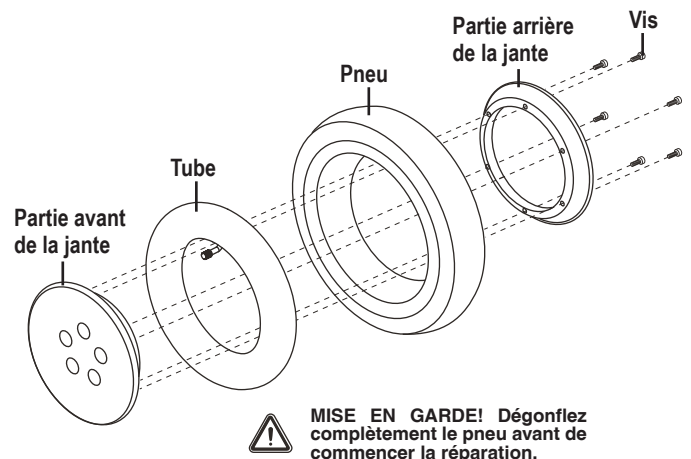

Figure 10. Roue motrice démontée Quantum 4Front Série
6. Retirez les vis qui retiennent les deux parties de la jante ensemble. Voir la figure 10.
10. Réinstallez les cinq (5) écrous de roue sur le moyeu et resserrez.